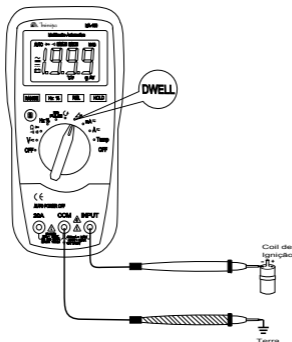

Figura 13
4. Conecte as pontas de prova conforme figura 13, então leia a informação no display.